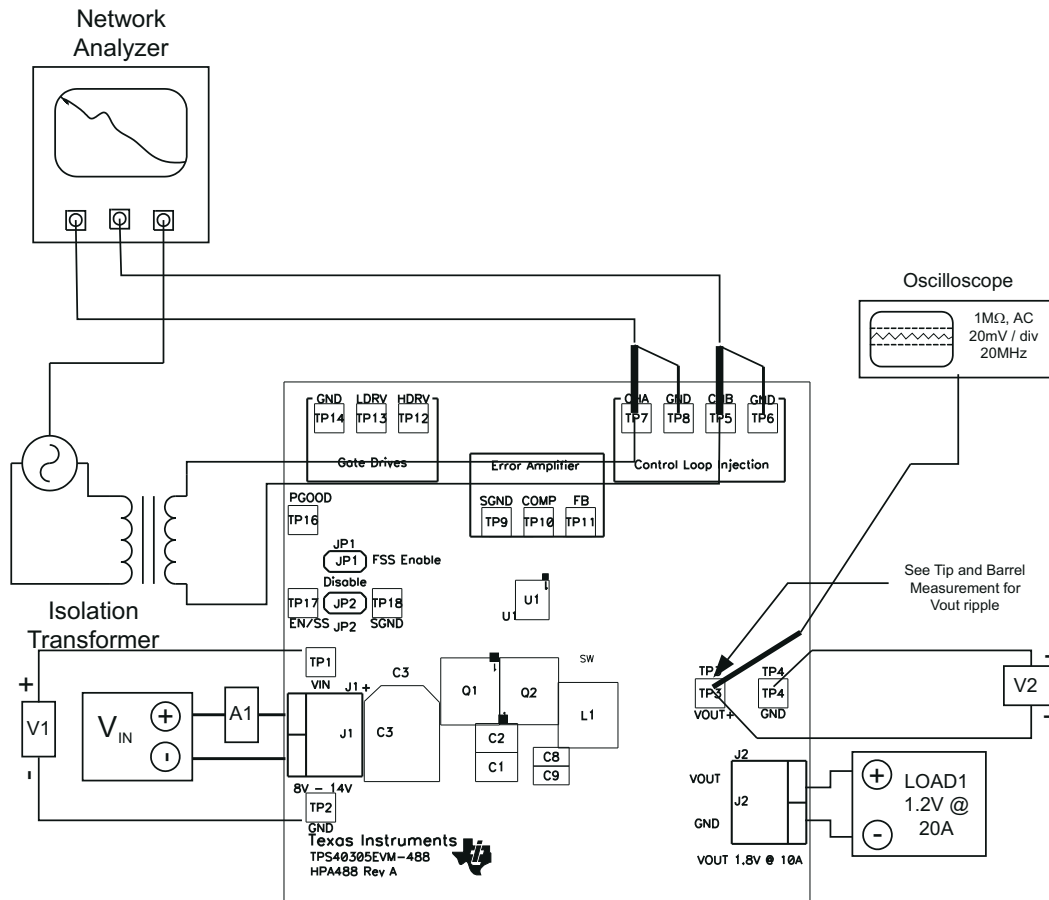

图 5-3. 控制环路测量设置
TPS40305EVM-488 提供四个用于测量控制环路频率响应的测试点 ( 两个信号测试点, 两个接地测试点 )。这使用户能够在不修改评估板的情况下测量实际模块环路响应。可以在 TP5 和 TP7 之间注入高达 30mV 的变压器隔离信号。注入信号的幅度可通过 CHA (TP7) 上的交流耦合幅度进行测量, 产生的输出电压偏差可在 CHB (TP5) 上测量。更多详细信息, 请参阅图 5-3。
2. 将 1kHz 至 1MHz 隔离变压器连接到 TP5 和 TP7, 如图 5-3 所示。
3. 将输入信号幅度测量探头 (通道 A) 连接到 TP7, 如图 5-3 所示
4. 将输出信号幅度测量探头 (通道 B) 连接到 TP5, 如图 5-3 所示。
5. 将通道 A 和通道 B 的接地引线连接到 TP6 和 TP8, 如图 5-3 所示